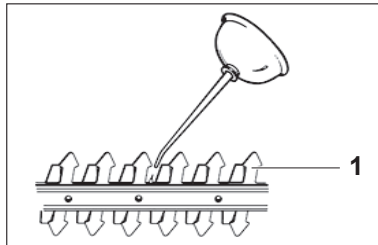

Fig. 10
1. Mantenga siempre el dispositivo de corte (1) limpio y sin residuos. Quitar los recortes.
2. Lubrique el dispositivo de corte (1) después de cada uso prolongará la vida útil del aparato y de la respectiva hoja. Aplique una gota de aceite a lo largo de la hoja (fig. 10).